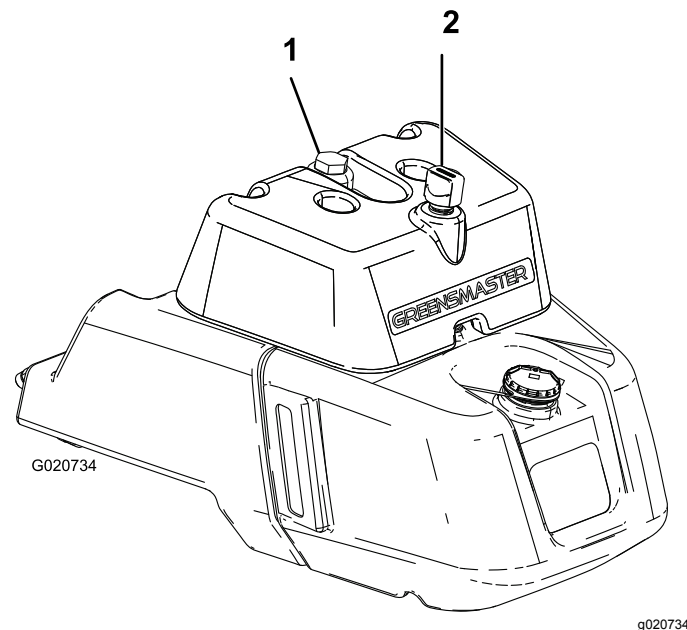

Figura 35
- Se o depósito tiver uma janela de visualização, verifique o nível de óleo aí (Figura 35) e passe para o passo 5.